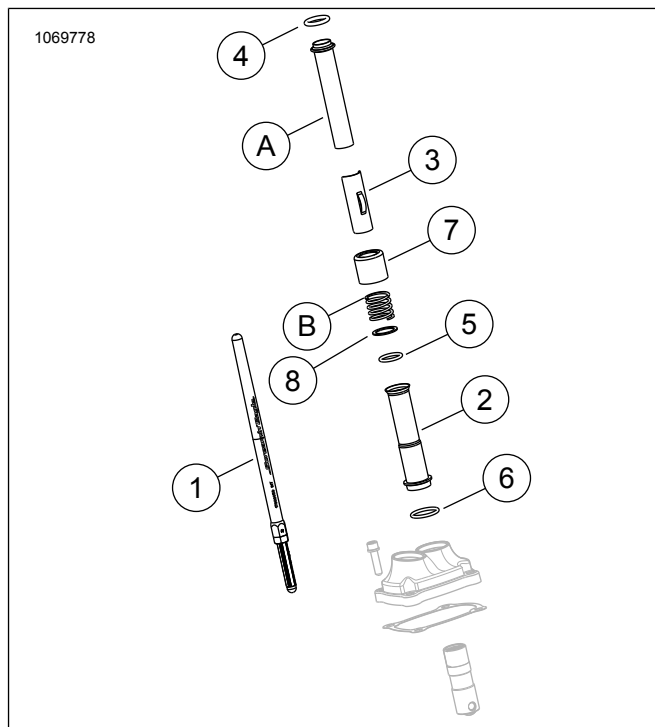
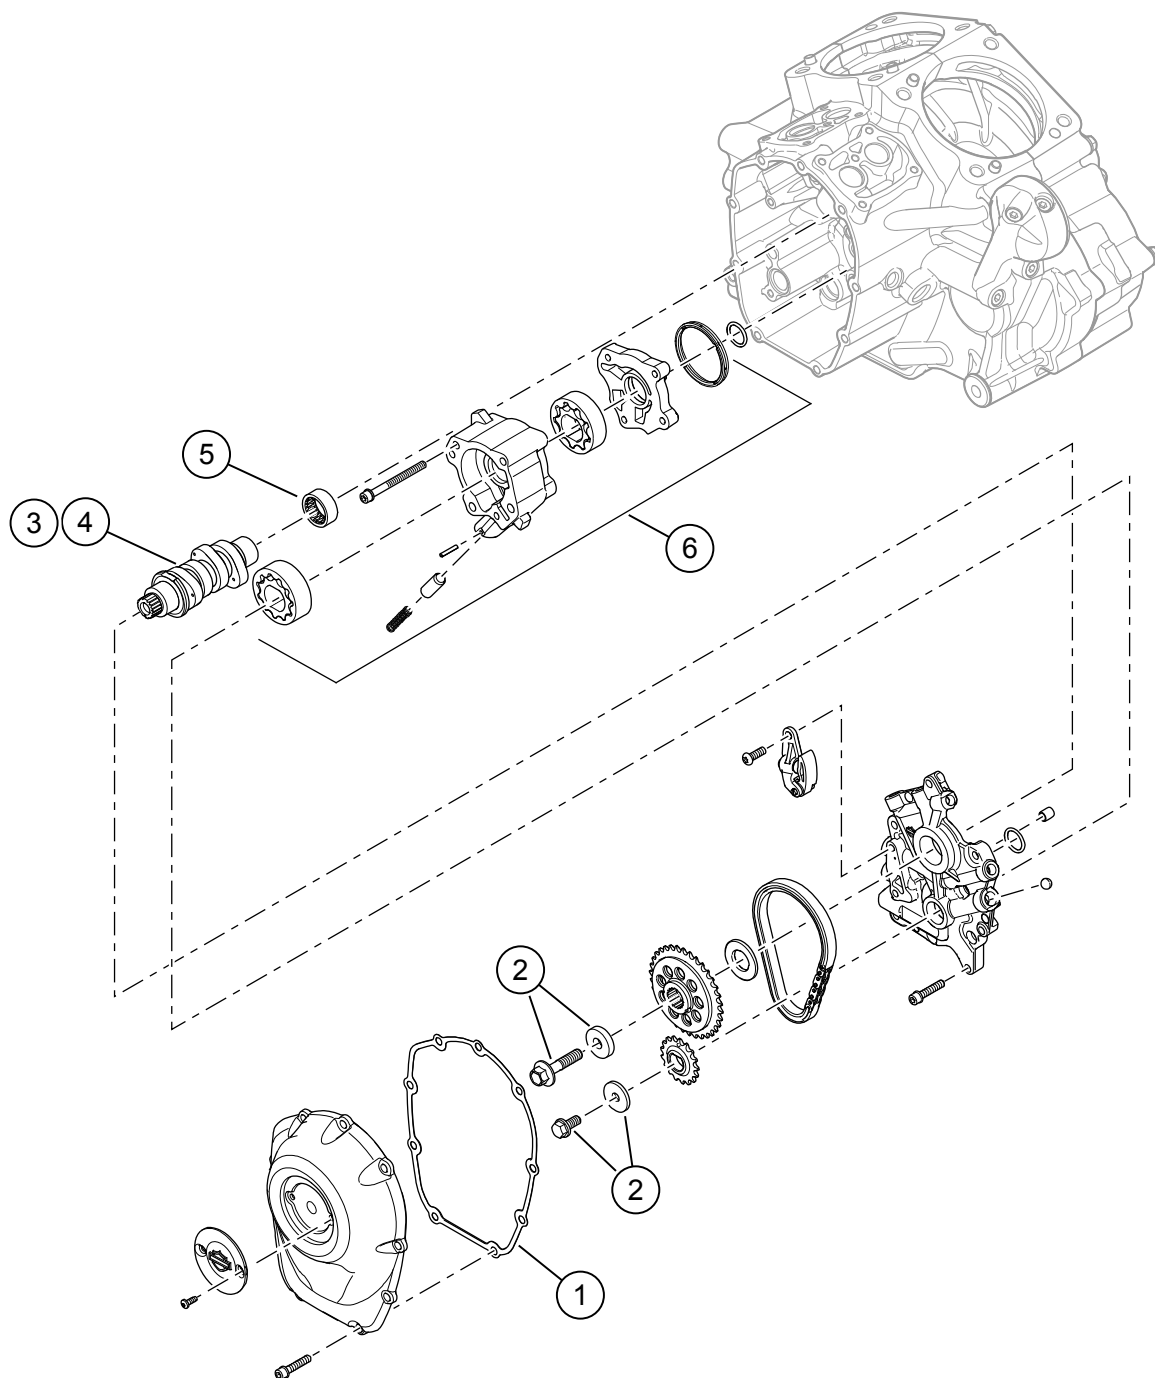

Figure 3. Pièces de rechange
Figure 4. Pièces de rechange : Kit Screamin' Eagle Milwaukee-Eight Stage 2
Consultez Figure 3 à Figure 4 et Tableau 2 à Tableau 3 .
1. Voir la Figure 4. Installez la pompe à huile. Référez-vous à la section MOTEUR dans le manuel d'entretien.